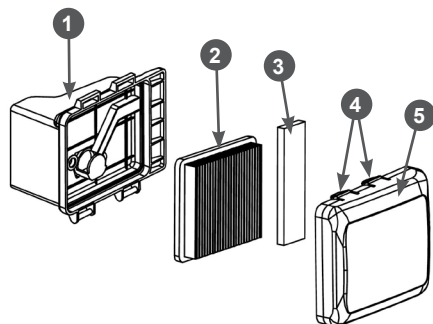

Рис. 23. Обслуживание воздушного фильтра
1. Нажмите на фиксаторы 4 и снимите крышку 5 воздушного фильтра (Рис. 23).
2. Извлеките бумажный фильтрующий элемент 2 и поролоновый фильтрующий элемент 3 (Рис. 23).
- Произведите очистку крышки 5 воздушного фильтра и корпуса 1, не допуская попадания пыли и грязи в воздухопровод, ведущий к карбюратору (Рис. 23).